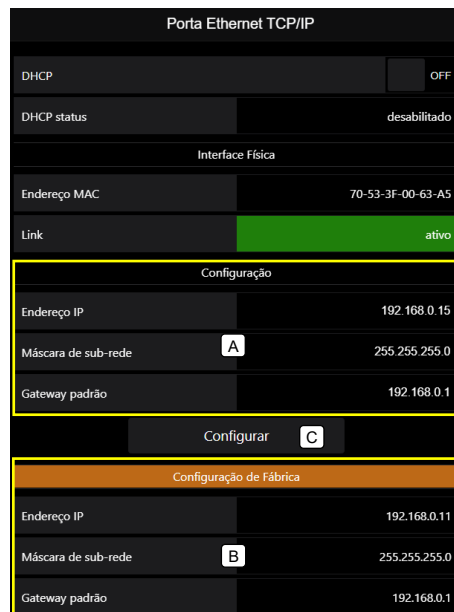

Figura 11 – Transmissor de Pesagem Automática 2712 em modo RESET IP (carrega as configurações de fábrica)
- Botão **Configurar** indicado na Figura 11 letra C (é possível alterar para uma nova configuração);